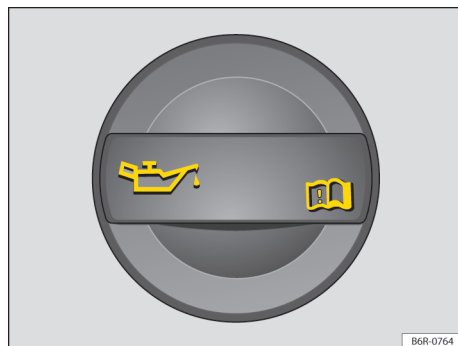

Fig. 151 No compartimento do motor: tampa da abertura para enchimento de óleo do motor. ▶
4. Identificar a abertura para enchimento de óleo do motor e a vareta de medição do óleo. A abertura para enchimento do óleo do motor é identificada pelo símbolo  na tampa → Fig. 151 e pela vareta de medição do óleo com a alça colorida. Se não estiver claro onde a tampa e a vareta de medição do óleo se encontram, procurar uma Concessionária Volkswagen ou uma empresa especializada.
9. Desrosquear a tampa do bocal de enchimento de óleo do motor → Fig. 151.